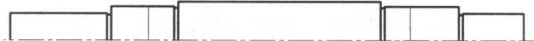

图 1.2.6 修剪图形
(3) 修剪图形。选择 **修改(M)** → **修剪(T)** 命令并按回车键，单击细实线中要剪掉的部分，按回车键结束此命令。结果如图 1.2.6 所示。